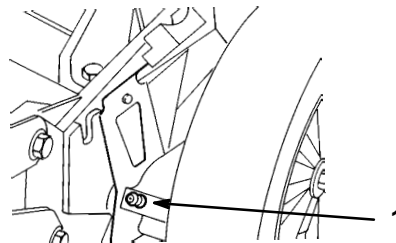

Figure 27
1. Essuyer les graisseurs des réglages de hauteur de coupe arrière (Fig. 27) avec un chiffon propre.